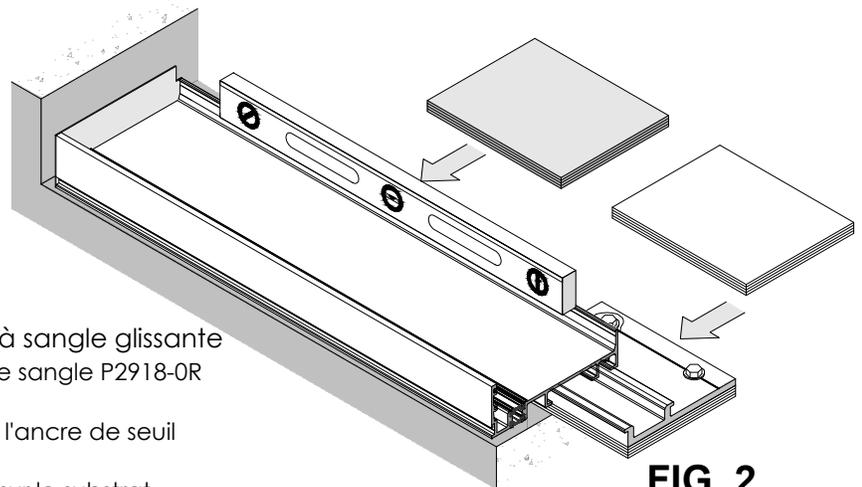

FIG. 2
- Placer sous le récepteur de seuil et ancrages P2918-0R pour un niveau et une position de hauteur correcte. **Voir Fig. 2.**